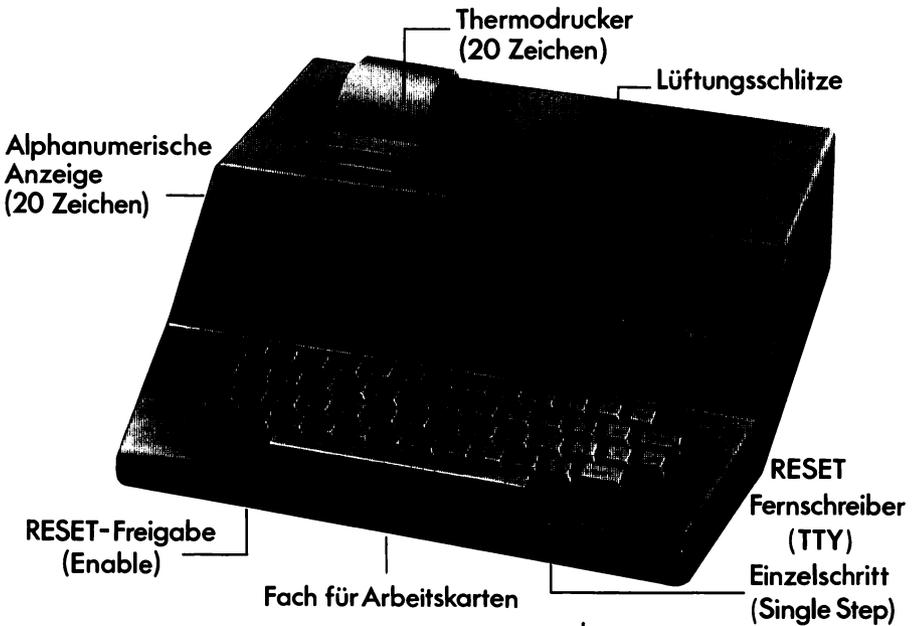

Abbildung 1.1. Rechner (Vorderansicht)
- Achten Sie darauf, daß sich die Schalter „T“ und „S“ (graue Tasten siehe Abbildung 1.1) in AUS-Stellung befinden (obere Schaltstellung).